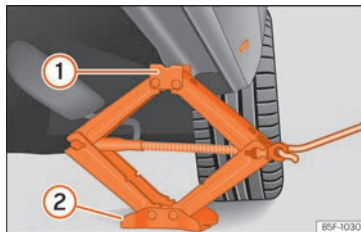

Abb. 38 Längsholm: Wagenheber ansetzen.
- Drehen Sie die Kurbel des unter dem Aufnahmepunkt des Längsträgers befindlichen Wagenhebers*, bis sich die Nase (1) » **Abb. 38** unter der vorgesehenen Einführung befindet.
- Richten Sie den Wagenheber* so aus, dass sein Aufnahmehorn (1) in die dafür vorgesehene Aufnahme am Längsträger „greift“ und die bewegliche Grundplatte (2) plan auf dem Boden aufliegt. Die Bodenplatte (2) muss sich